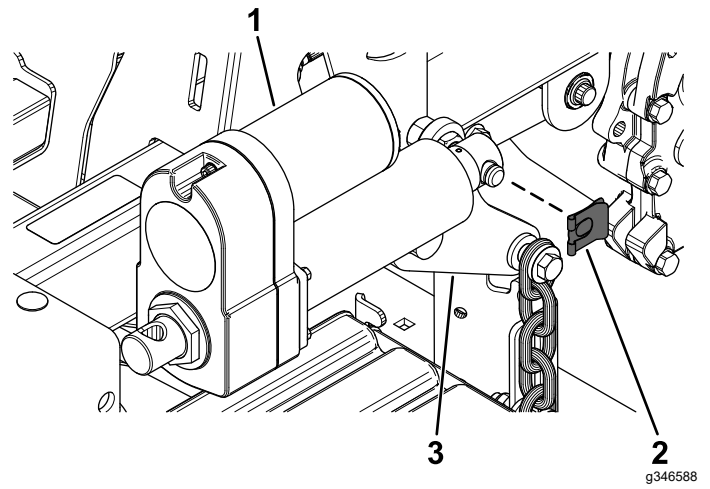

Figure 24
1. Fixez l'actionneur au bras de levage arrière du plateau à l'aide du clip à goupille (Figure 24).